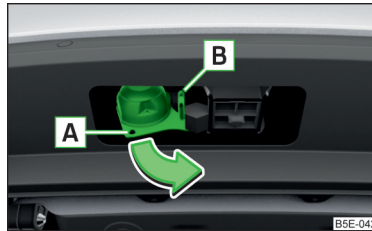

Abb. 308
- › Die 13-polige Steckdose im Bereich **A** fassen und in Pfeilrichtung ausschwenken » Abb. 308.